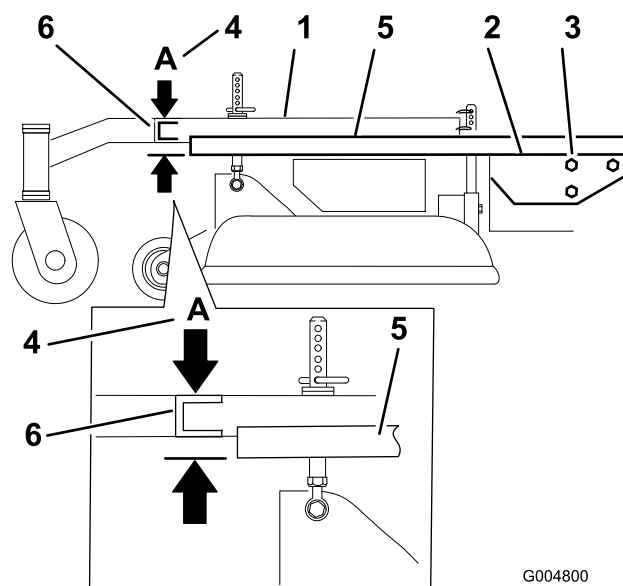

Figura 60
6. Afloje los pernos de montaje del bastidor de tiro en los dos lados de la máquina (Figura 60).
7. Alinee el bastidor de tiro y la plataforma del motor para que tengan una altura de 33 mm (1-5/16 pulg.), con una tolerancia de más o menos 6 mm (1/4 pulg.) en la posición **A** (Figura 60).
3. Coloque una regla larga en la parte superior de la plataforma del motor según se ilustra en la Figura 60.
4. En la ranura transversal del bastidor de tiro, mida la altura en la posición **A** (Figura 60).